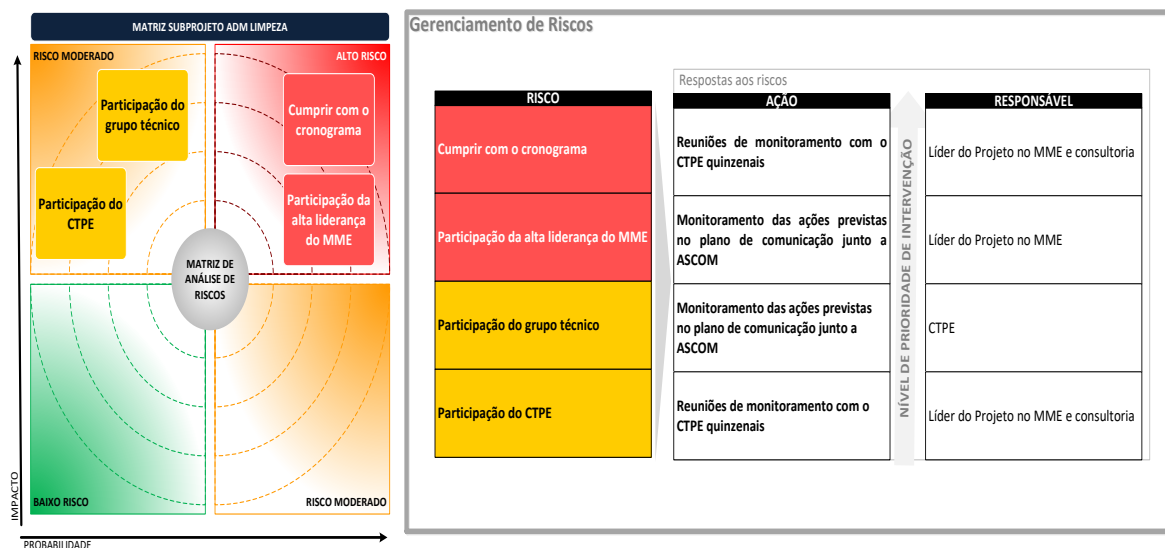

Figura 19 – Matriz de análise de riscos
- A classificação de cada um dos riscos deve ser feita com a finalidade de buscar ações para os riscos considerados ALTO na matriz de análise, figura 19.